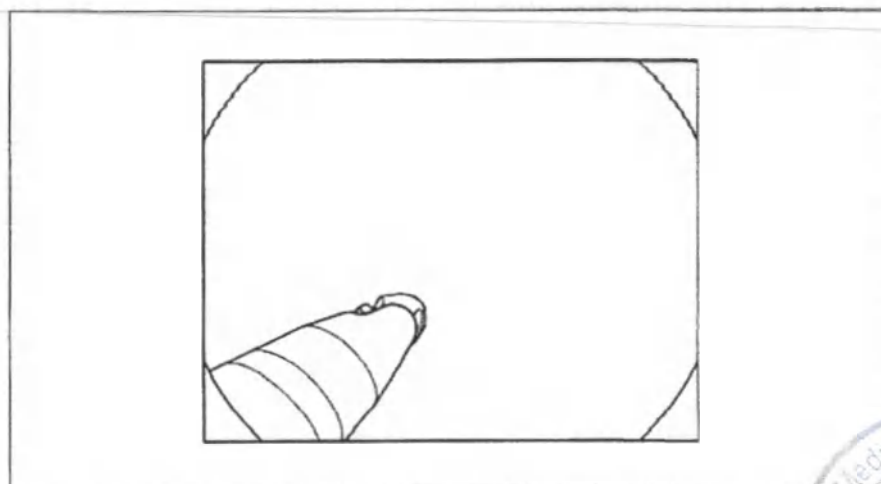

Рис.19.
2. Медленно введите эндоскопическое устройство и убедитесь, что дистальный конец эндоскопического устройства находится в поле зрения. (см. рис.19)